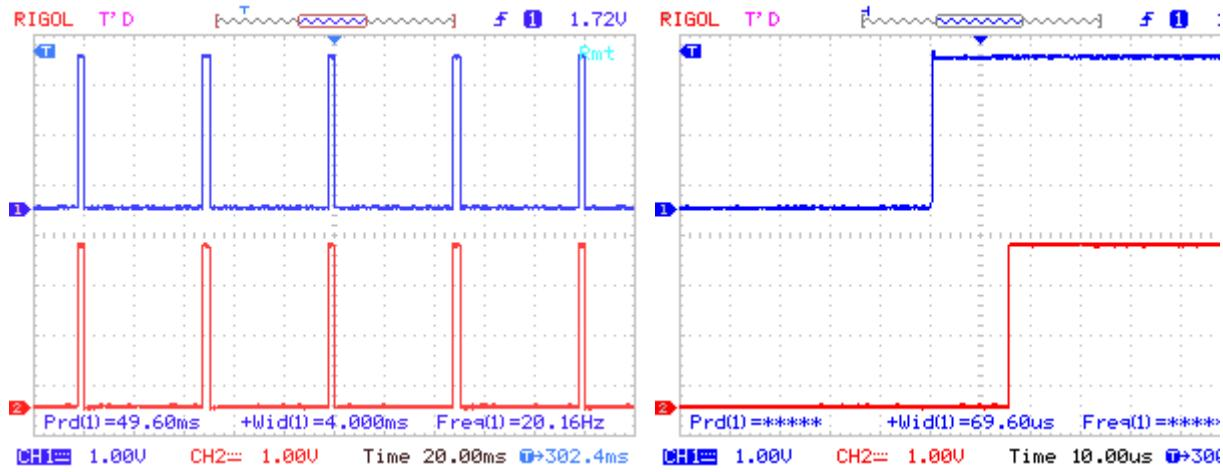

Рисунок 10.2 Результаты работы программы (справа фронт импульса показан укрупненно. Можно видеть задержку прерывания).
7. Запустить генератор тактовых сигналов в заданном режиме и зафиксировать показания на осциллографе (Рисунок 10.2).